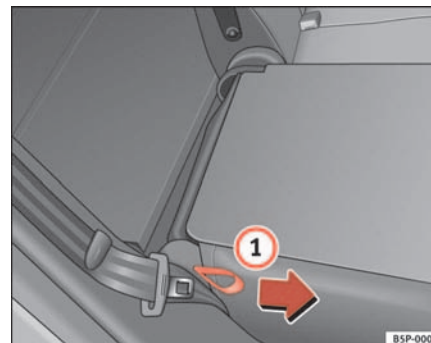

Abb. 100 Umklappen bzw. Aufrechtstellen der Rück Sitzlehne
- Ziehen Sie die seitliche Zugschlaufe am Sitz ⇒ Abb. 100 (1) in Pfeilrichtung und klappen Sie die Lehne hoch bis sie einrastet.